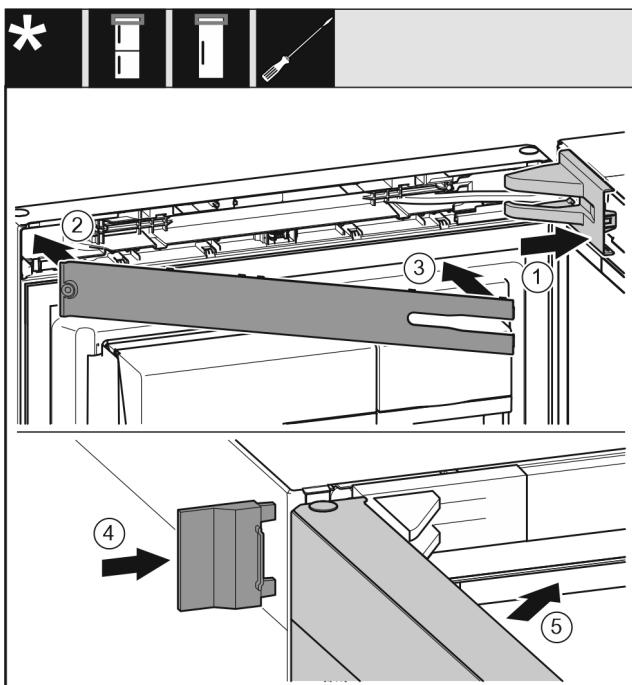

Fig. 54
- ▶ Nasadte a zaklapněte kryt stojanu ložiska Fig. 54 (1), příp. opatrně přitlačte od sebe.
- ▶ Nasadte zálepku Fig. 54 (2).
- ▶ Zálepka Fig. 54 (3)
- ▶ Vnější kryt Fig. 54 (4) nasuňte.
- ▶ Zavřete horní dveře Fig. 54 (5).